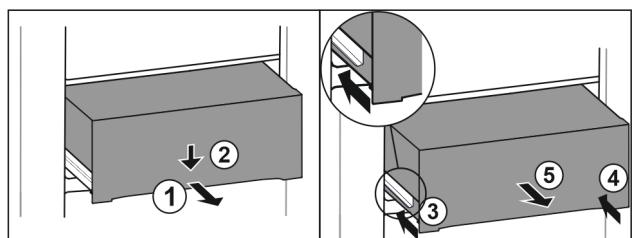

Fig. 100
- Изтеглете чекмеджето наполовина. Fig. 100 (1)
- Натиснете надолу чекмеджето от предната страна. Fig. 100 (2)
- Вкарайте лявата релса приблизително 2 см навътре. Fig. 100 (3)
- Вкарайте дясната релса приблизително 2 см навътре. Fig. 100 (4)
- Извадете чекмеджето напред. Fig. 100 (5)